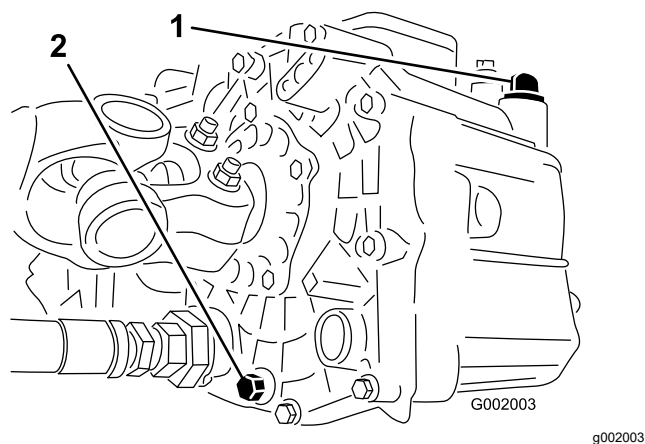

Bild 55
3. Nehmen Sie die Ablassschraube an der Seite des Behälters ab und lassen Sie das Hydrauliköl in die Auffangwanne ablaufen (Bild 55).